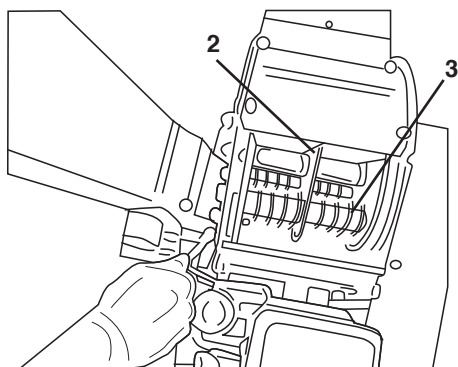

Figure 2
Tourner maintenant le rotor (2) à la main et s'assurer que le couteau (3) sur le disque du rotor ne patine pas contre le contre-couteau sur la trémie latérale (voir « Figure 2 »).